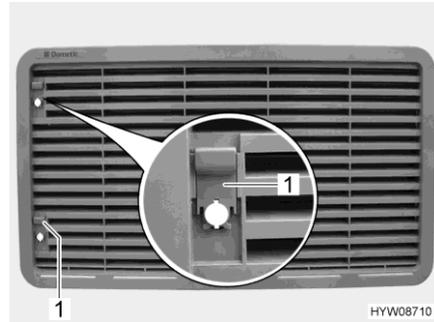

Fig. 132 Rejilla de ventilación del frigorífico
- Empujar la corredera (Fig. 132,1) hacia arriba.